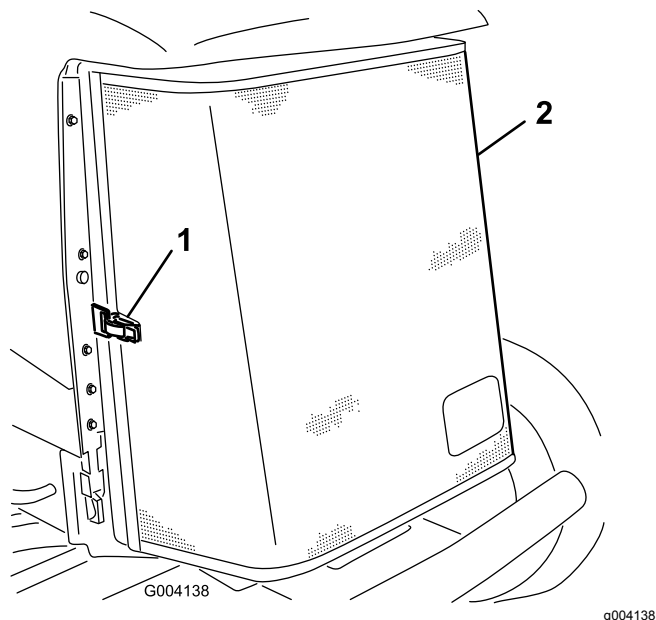

Figura 81
3. Sbloccate il morsetto e aprite la griglia posteriore (Figura 81).